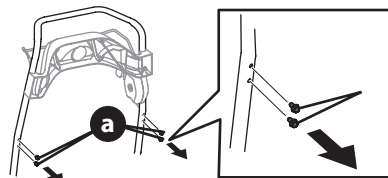

Figure 10
- Retirez les boulons (a) à l'arrière de la poignée (deux boulons sur chaque côté) (Figure 10).